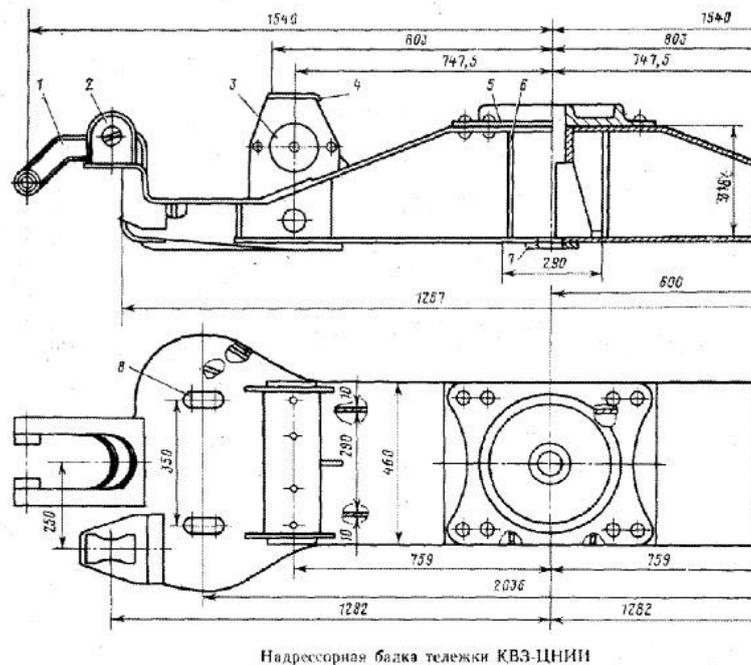

Рисунок 3 Надрессорная балка тележки КВЗ-ЦНИИ 1
3. Выполнить эскиз надрессорной балки тележки КВЗ-ЦНИИ 1, используя рисунок 3 и последовательность выполнения чертежа